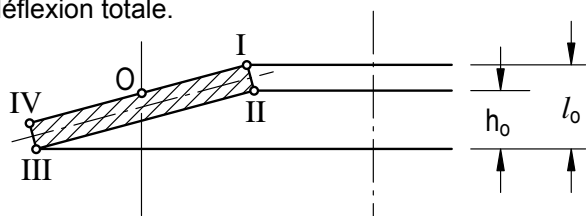

Figure 2
Une charge statique est définie comme étant le fait d'appliquer une charge constante ou une charge changeant à des intervalles de temps relativement longs, ne dépassant pas les 10 000 cycles dans la vie du produit. Pour les applications statiques, la plus forte contrainte calculée à mi-hauteur de la surface supérieure de la rondelle ressort est essentielle. (Indiqué par le Point 0 sur la *Figure 2*.) À ce point, la plus forte contrainte calculée ne devrait pas dépasser la résistance à la traction approximative du matériau (1400-1600 N/mm²) lorsque la rondelle est en position plate. Des rondelles ressort standard peuvent être utilisées dans des conditions de charge statique sans qu'il soit nécessaire d'effectuer des calculs théoriques si la déflexion reste inférieure à 75% de la déflexion totale.
Une contrainte résiduelle de traction liée à la fabrication apparaît sur le bord supérieur du diamètre intérieur de la rondelle, indiqué comme Point I sur la *Figure 2* :
1. Sur les rondelles ressort non chargées, la contrainte résiduelle de traction liée à la fabrication se produit au Point I indiqué sur la Figure 2. Le préchargement de la rondelle change la contrainte de traction du Point I en une contrainte de compression. Le fait de maintenir la partie supérieure de la rondelle sous une contrainte de compression réduit le risque de propagation de fissure. Les changements de contraintes de traction à contrainte de compression limitent fortement la résistance à la fatigue de la rondelle ressort. La rondelle ressort doit être soumise à une pré-charge d'au moins 15% de la déflexion totale pour éliminer la contrainte de traction.